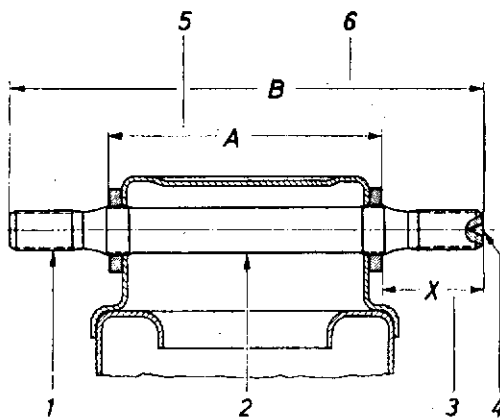

Fig. 64. — Calcul du dépassement d'un axe de triangle supérieur de chaque côté de la traverse
- Mesurer ensuite la largeur de la traverse au droit du passage de l'axe ; mesurer la longueur de l'axe et faire la différence entre ces deux mesures. Le chiffre obtenu sera divisé par 2 et correspondra au dépassement de l'axe de chaque côté de la traverse (voir fig. 64).